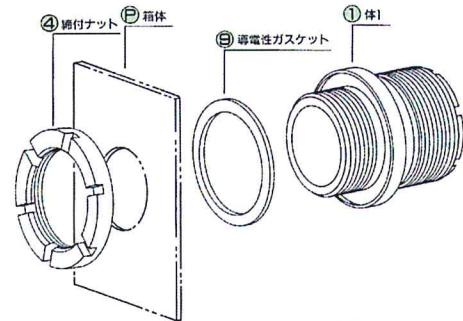

図1
4.次に、シールド編組線（以下、シールド線という。）を接続する個所⑥において、シースを取り除くとともに、シールド線を約30mm長く残して切断する。
5.ケーブルに、⑥、⑦、②、⑩、⑤及び③を通した後、ケーブルを⑦に固定する。
もし、ケーブルが⑦の内径に比べて細過ぎるときは、ケーブルの表面に自己融着テープを巻いて密着させる。（図1参照）